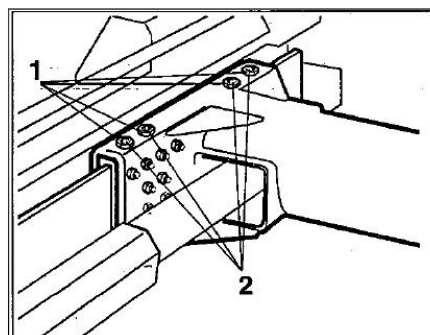

Рис. 40
- 4) Открутите четыре контргайки (1, рис. 40).
- 5) Закрутите шесть винтов каждого башмака (2, рис. 40) на четверть оборота.
- 7) Затяните четыре контргайки (1, рис. 40).